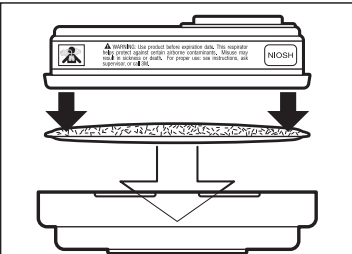

Fig. 2
- Appuyer la cartouche dans le dispositif de retenue de filtre 501 (07054). Le dispositif de retenue de filtre doit être solidement fixé à la cartouche. Le filtre 5P71 (07194) doit recouvrir complètement la face de la cartouche (Fig. 2). Les caractères imprimés qui se trouvent sur le filtre ne sont pas visibles si le filtre est bien orienté.
- Presione el cartucho en el soporte de filtro 501 (07054). El soporte de filtro debe quedar firme en el cartucho. El filtro 5P71 (07194) debe cubrir por completo la cara del cartucho (Fig. 2) el filtro está correctamente orientado, la impresión de éste no es visible.